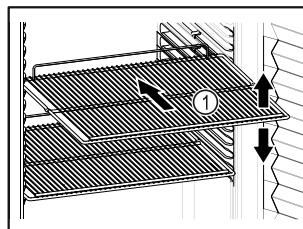

Fig. 57 Immagine a titolo di esempio
- Se è possibile spostare i ripiani Fig. 57 (1), regolarli in altezza.